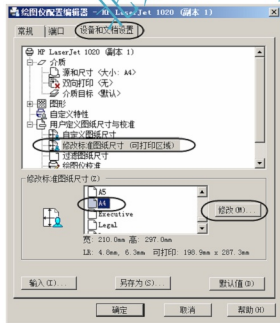

图 8-9 【绘图仪配置编辑器】对话框
① 单击【打印机/绘图仪】后的【特性】按钮，弹出如图 8-9 所示的【绘图仪配置编辑器】对话框，在【设备和文档设置】选项卡中，选择【修改标准图纸尺寸(可打印区域)】，在【修改标准图纸尺寸】下拉列表中，选择图纸尺寸【A4】，然后单击【修改】按钮。